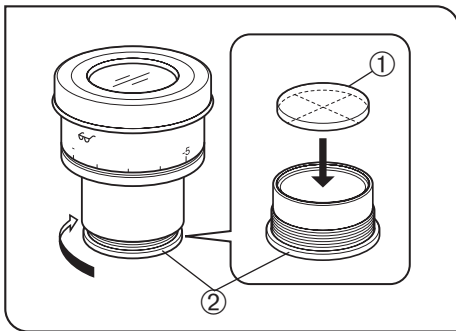

Рис. 37
4 Установка микрометрического диска в окуляр (Рис. 37)
В соответствии с рис. 37, повернув встроенную обойму микрометра ② в направлении стрелки, снимите ее с окуляра и поместите микрометрический диск ① в обойму так, чтобы поверхность с маркой модели была обращена вниз.